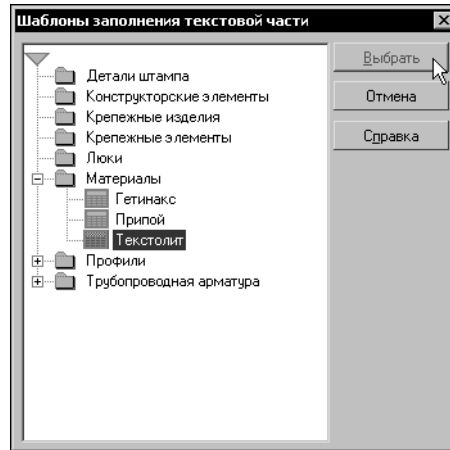

Рис. 21.8. Новый шаблон заполнения текстовой части объекта спецификации
- 4. Убедитесь, что в списке шаблонов заполнения текстовой части появился шаблон, созданный вами при выполнении упражнения 49 (рис. 21.8).